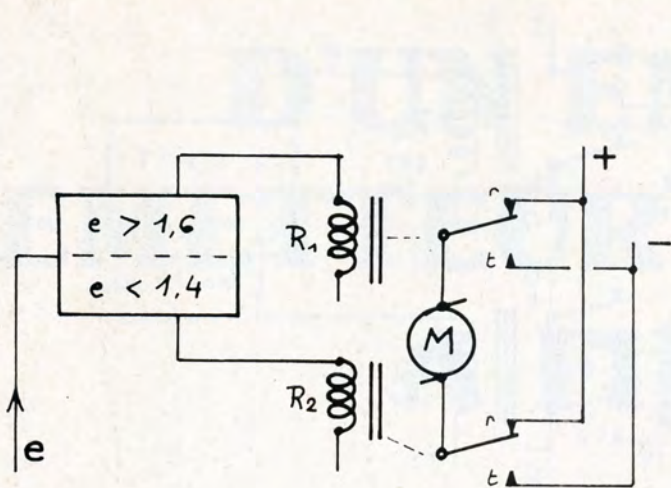

Fig. 14. - Une boîte à relais donne marche avant, marche arrière et arrêt.
- Une seule boîte à deux relais assure la marche avant, l'arrêt et la marche arrière (voir fig. 14).